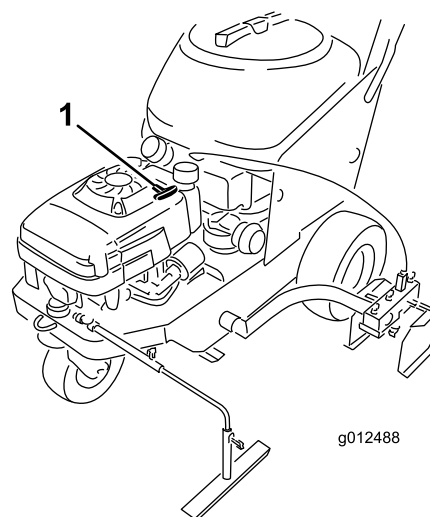

Figura 13
L'avvitatore autoavvolgente (Figura 13) è situato sopra il motore. Tirate l'avvitatore autoavvolgente per avviare il motore.
6. Tirate leggermente la maniglia di avviamento (Figura 13) fino ad avvertire una certa resistenza, quindi tiratela con forza. Lasciate che il cordino si riavvolga sul motore lentamente.